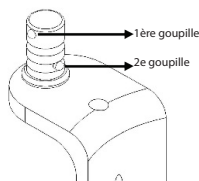

Figure 5
- Si un raccordement fixe est préféré, la deuxième goupille doit être alignée avec la rainure, et la lame poussée vers le haut. Lorsque la deuxième goupille est engagée dans le **porte-lame**, la **lame d'écarteur** reste fixe (Figure 5).